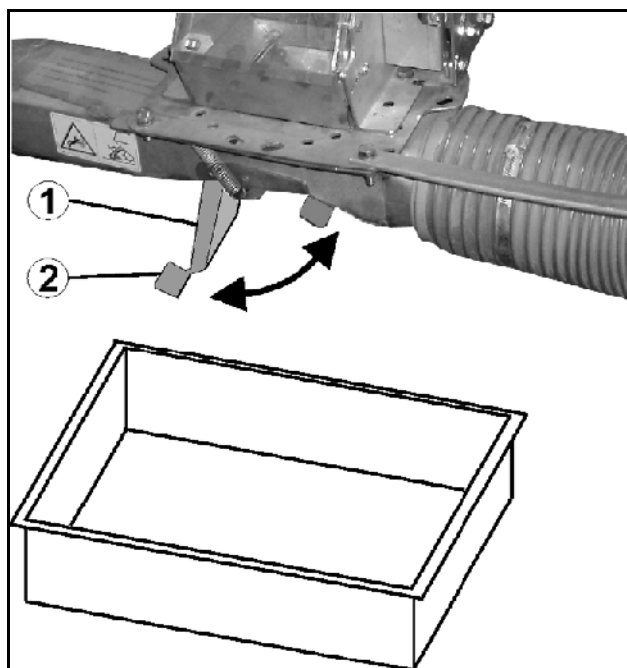

Fig. 79
Åpne injektorslusen ved å svinge ut luken (Fig. 79/1).
Grip aldri inn i området mellom den fjærbelastede luken og injektorhuset. Bruk kun holdetappen (Fig. 79/2) som håndtak ved åpning og lukking av den fjærbelastede luken til injektoren.
- Steng injektorsluseporten (Fig. 79/2).